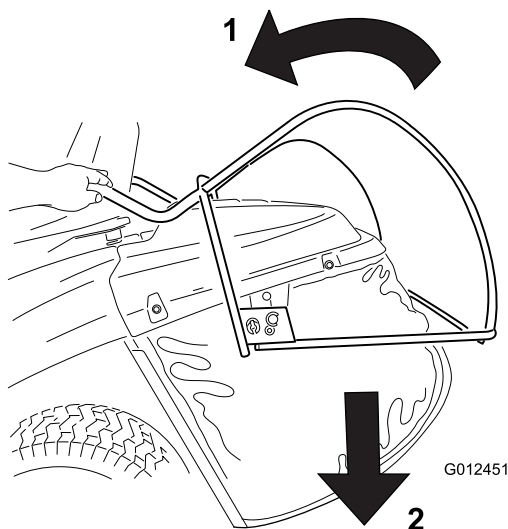

Figura 16
3. Tirate in avanti la leva di scarico del cesto di raccolta per inclinare il cesto (Figura 16).